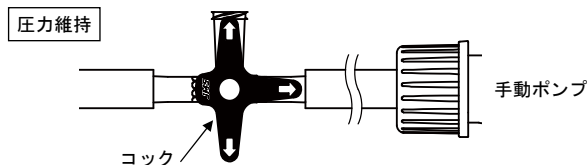

図 4
6. 三方活栓のコックを図 4 のように合わせ、圧力を維持します。